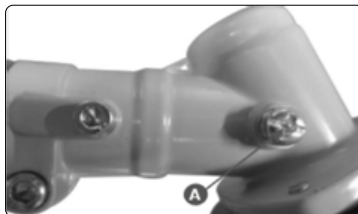

Рис. 39
- Через 20 часов работы, но не реже одного раза в сезон, необходимо проверять и добавлять смазку в редуктор. Для смазки редуктора и вала штанги рекомендуется использовать универсальную смазку для редуктора. Необходимо открутить болт (A) (рис. 39) и добавить смазку (примерно 5-10 см3).